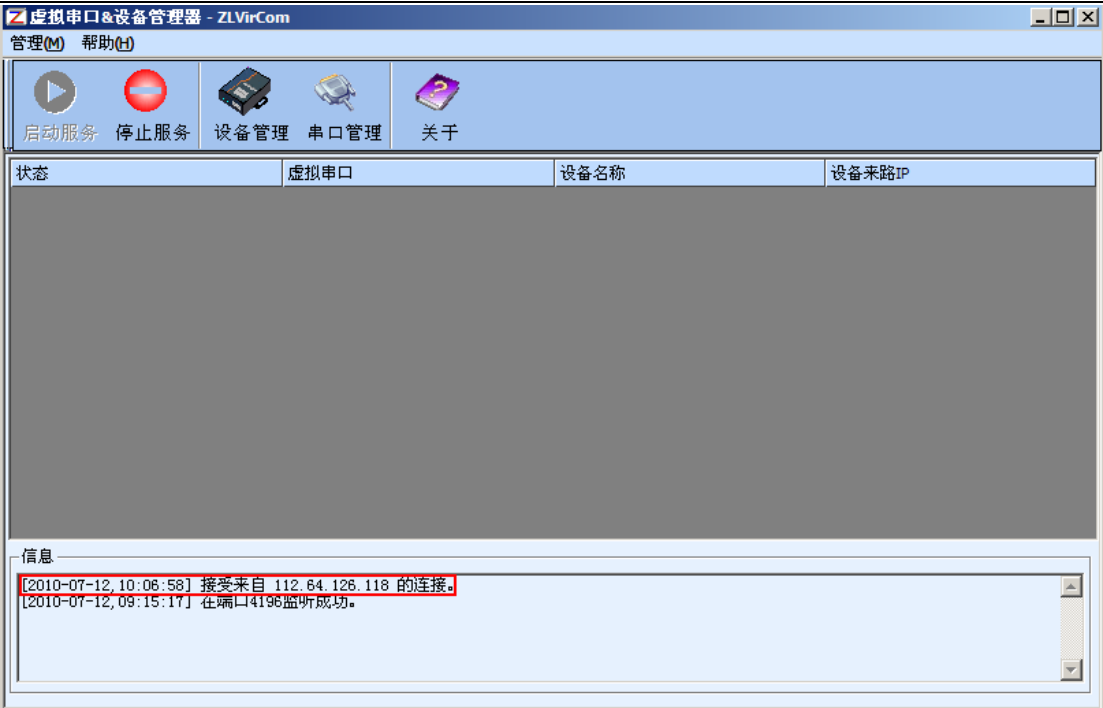

图 11 ZLVircom 软件界面
4. 在远程计算机上运行卓岚虚拟串口软件 ZLVircom, 如果已经运行则在任务栏右下角可以找到图标, 双击该图标即可。在 1 分钟时间内, 应该出现“接受来自...的连接”的提示信息如图 11 所示。这表明现场串口服务器已经连接到远程计算机。
- 5. 创建虚拟串口：点击图 11 “串口管理”，添加一个未被使用的串口号，例如 COM6。
- 6. 查看设备列表：点击图 11 “设备管理”，如果已经出现“接受来自...的连接”的提示可以看到一行或者多行记录，每条记录表示一台串口服务器。从设备名称“工厂 2”用户可以知道这是哪一台串口服务器。